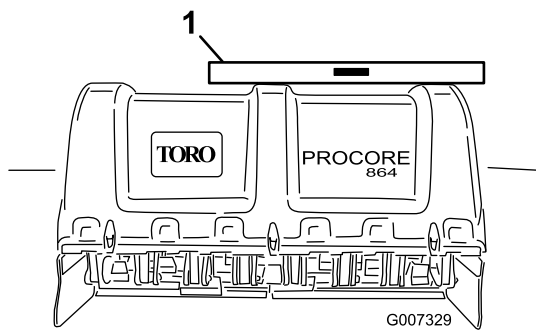

图15
2. 在打孔机机架上放置一个水平仪检查其横向水平状况 图15。